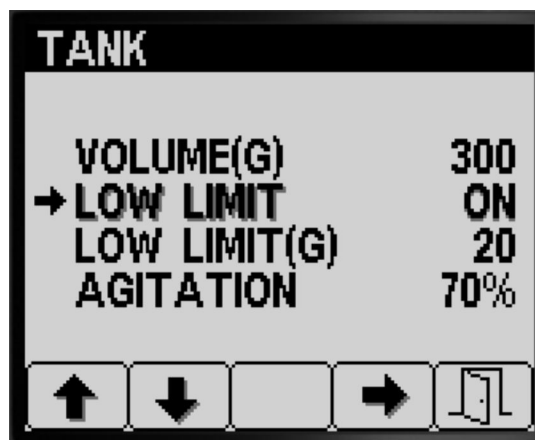

Figura 13
1. Pulse el botón 1 o el botón 2 para desplazarse a la opción LÍMITE INFERIOR (Figura 13).
2. Pulse el botón 4 para activar o desactivar el indicador de límite de bajo volumen del depósito (Figura 13).